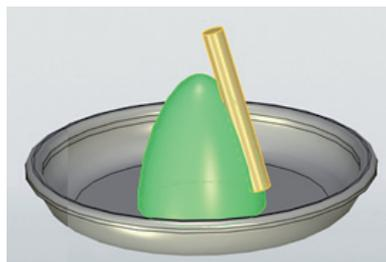

Рис. 17. Вычитание из конуса цилиндра
2.4. Далее выберем инструмент *Булева* и последовательно щелкнем мышью сначала на конус, потом на цилиндр. При этом в окне параметров мы выберем вычитание (рис. 17); зеленым цветом подсвечивается элемент, из которого удаляют конус, а желтым — удаляемое тело, т. е. сам конус.